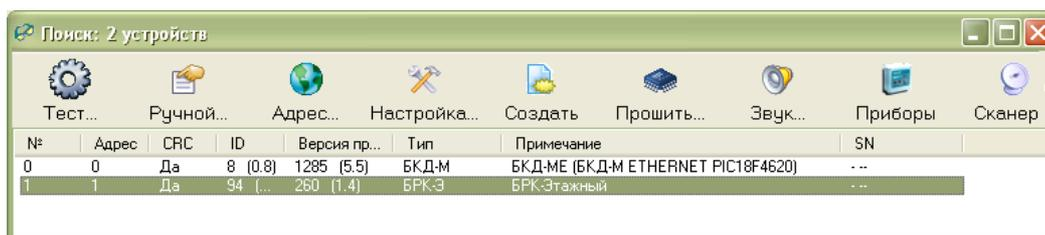

Рисунок 33 - Поиск этажного концентратора БРК-Э
4) Обеспечить доступ программы RASOS к мастер-устройству системы. В программе RASOS добавить новый объект, установить параметры подключения для мастер-устройства системы, например, БКД-М. Произвести подключение к мастер-устройству. Выполнить поиск БРК-Э (рисунок 33).